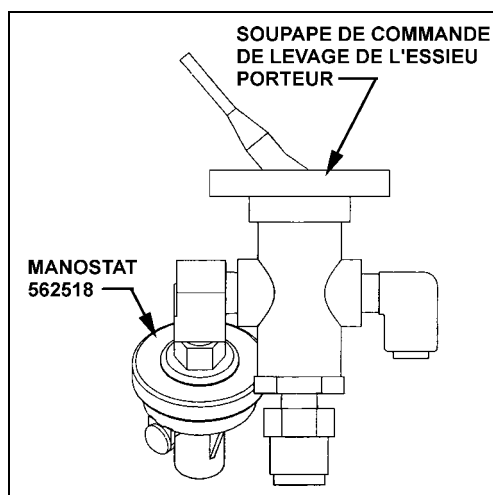

FIGURE 1 : MANOSTAT ET SOUPE
2. Soulever la plaque de protection munie des appareils de robinetterie afin d'avoir accès au manostat. Séparer les fils de connexion des bornes du manostat et dévisser le manostat. Nettoyer le trou de raccordement du manostat, appliquer du produit d'étanchéité Teflon sur les filets NPT et visser le nouveau manostat (Prévost #562518) en place (voir figure 1). Brancher les fils de connexion aux bornes du nouveau manostat.